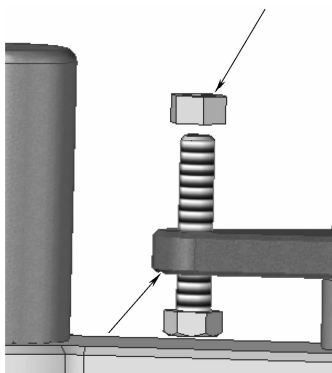
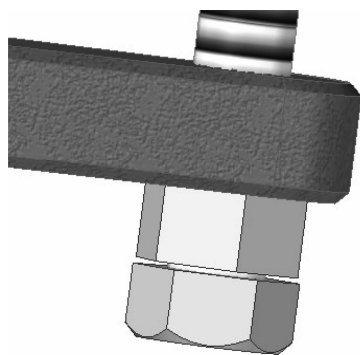

图 8-204 选取配合面
图 8-205 平面对齐装配
(4) 选择如图 8-204 所示的面作为配合平面，进行配合，装配后如图 8-205 所示。